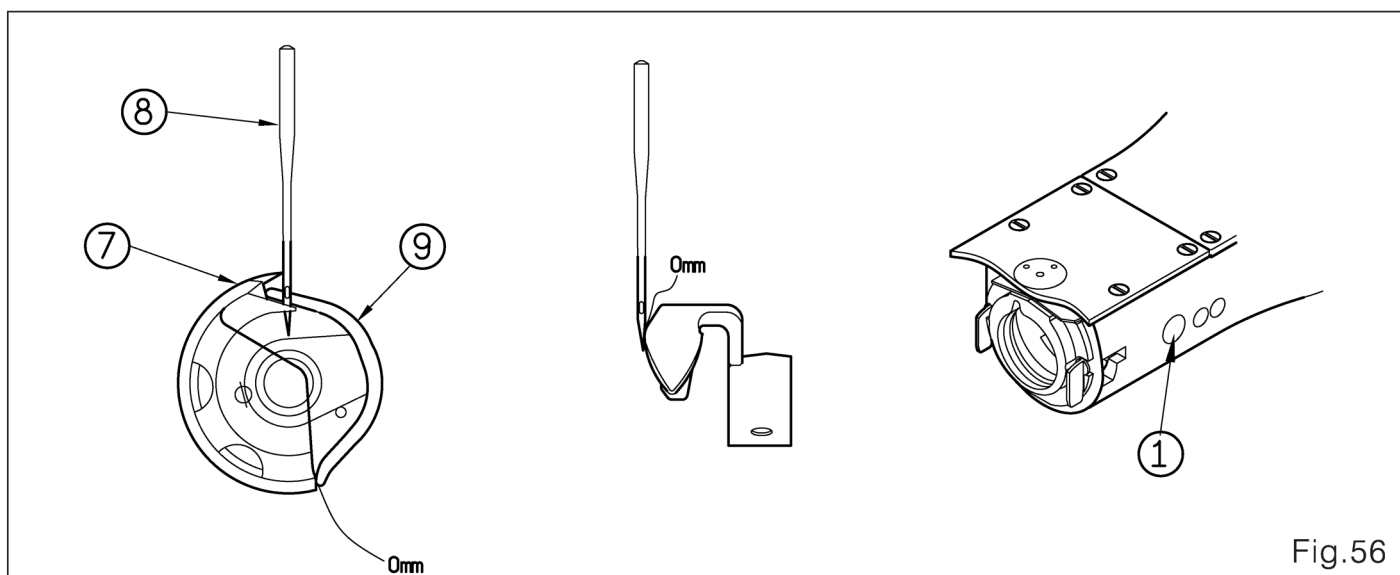

Fig.56
3. Ajuste o guia da linha e as peças de acionamento (Fig.56)